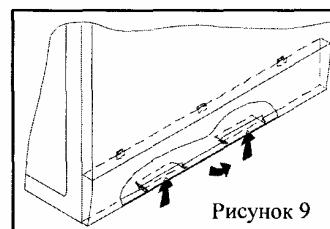

Рисунок 9
- Снимите нижнюю панель (см. рис. 9), для этого нажмите снизу-вверх двумя руками на два зацепа и потяните нижний край стенки на себя.